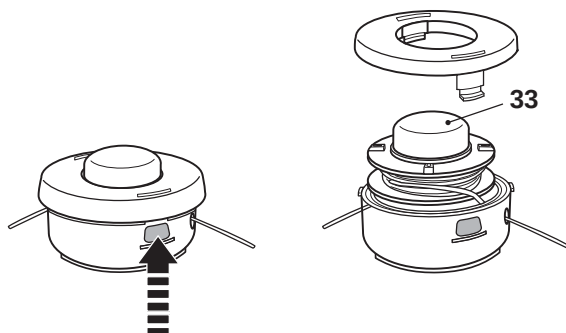

Fig. 32
- > Pour remplacer la bobine, enfoncez le verrou du boîtier de la tête de coupe et ouvrez le couvercle. Si nécessaire, tournez pour expulser la bobine usée et la remplacer par une nouvelle du même type (Fig. 32).